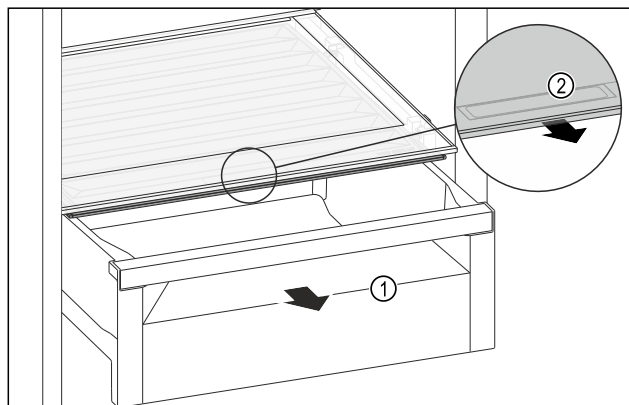

Fig. 123
- Dra ut utdragslådan Fig. 123 (1).
- Ta tag i fördjupningen Fig. 123 (2) på facklocket och dra samtidigt facklocket framåt.